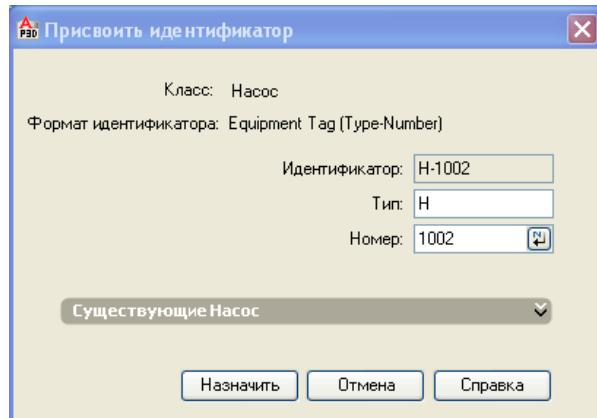

Рис. 70
- Присвойте второму насосу идентификатор **H-1002** с помощью команды **Присвоить идентификатор** в разделе **Вставка элементов** (Рис. 70).